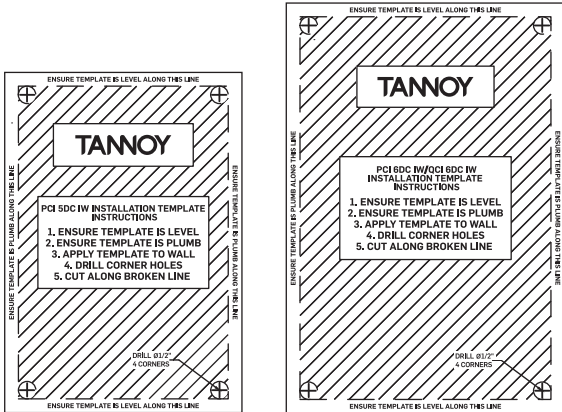

Fig. 1. Cutout Templates
2. Använd de medföljande utskärningsmallarna (fig. 1) på önskad plats och klipp ut försiktigt ett hål i gipsväggen med en lämplig handverktyg. Ta bort damm och skräp från hålet (fig 2).